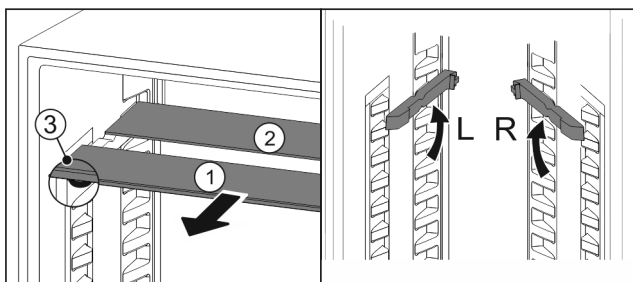

Fig. 112
- ▶ Skleněné desky jednotlivě vytáhněte dopředu Fig. 112 (1).
- ▷ Skleněná deska Fig. 112 (1) s ozdobnou lištou leží vpředu.
- ▷ Zárážky Fig. 112 (3) směřují dolů.